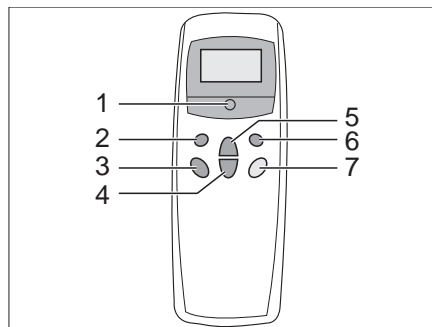

Fig. 204 Télécommande
La climatisation est montée sur le toit du véhicule. La télécommande (Fig. 204) pour la climatisation se trouve dans le coin cuisine.
- Enclencher la télécommande avec l'interrupteur (Fig. 204,5).
- Régler le mode de fonctionnement désiré avec la touche (Fig. 204,1).
- Si nécessaire, régler avec les touches (Fig. 204,3 et 4) la puissance du ventilateur et la température ambiante désirées.
- Pour la mise hors service, appuyer à nouveau sur la touche (Fig. 204,5) de la télécommande.